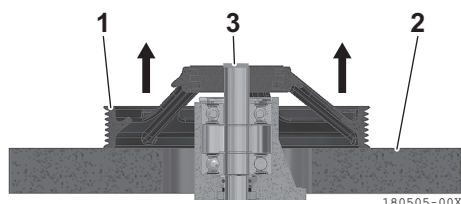

Figure 17
1. Placez la poulie (**Figure 17, (1)**) sur un support (**Figure 17, (2)**) qui soutient toute la circonférence de la poulie.
2. Retirez la poulie tout en appuyant sur l'extrémité de l'arbre (**Figure 17, (3)**).